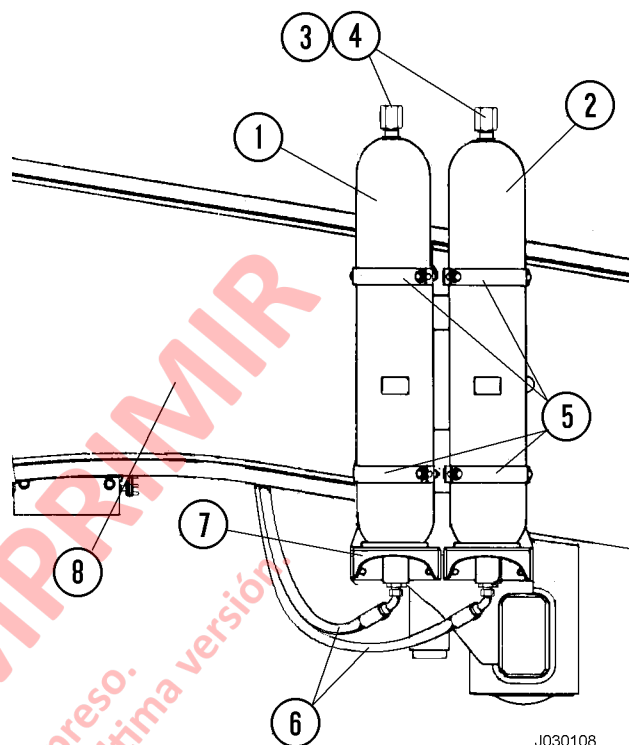

FIGURA 3-14. ACUMULADORES DEL SISTEMA DE FRENOS
3. Retire la cubierta de protección (3, Figura 3-14) de la protección de la válvula de carga en la parte superior del acumulador.
5. Desconecte la línea de aceite (6) del puerto hidráulico inferior. Tape el puerto y el terminal de la manguera para evitar su contaminación.
1. Ubique el acumulador en un soporte de montaje (7, Figura 3-14) con la etiqueta de advertencia visible.
3. Conecte la línea de aceite (6) en el puerto hidráulico inferior.
5. Instale la cubierta de protección (3) sobre la válvula de carga en la parte superior del acumulador.